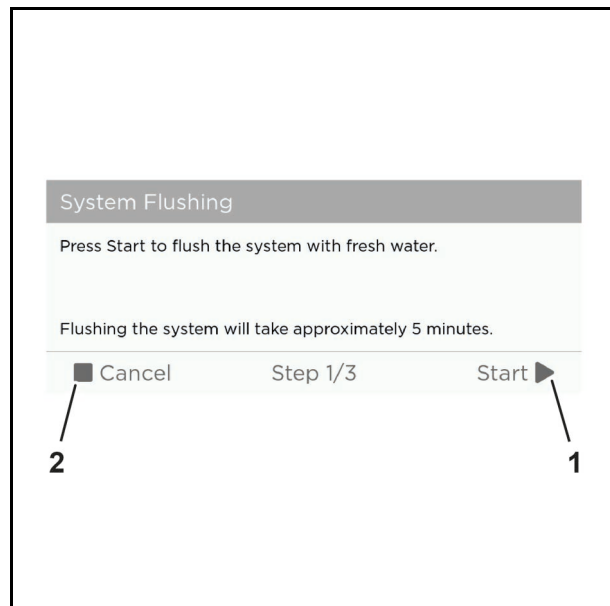

Abb. 60 Beispielgrafik
1. Tippen Sie auf die Schaltfläche "Start" (Abb. 60/1), um mit der Systemspülung zu beginnen oder "Cancel" (Abb. 60/2), um die Systemspülung abzubrechen.